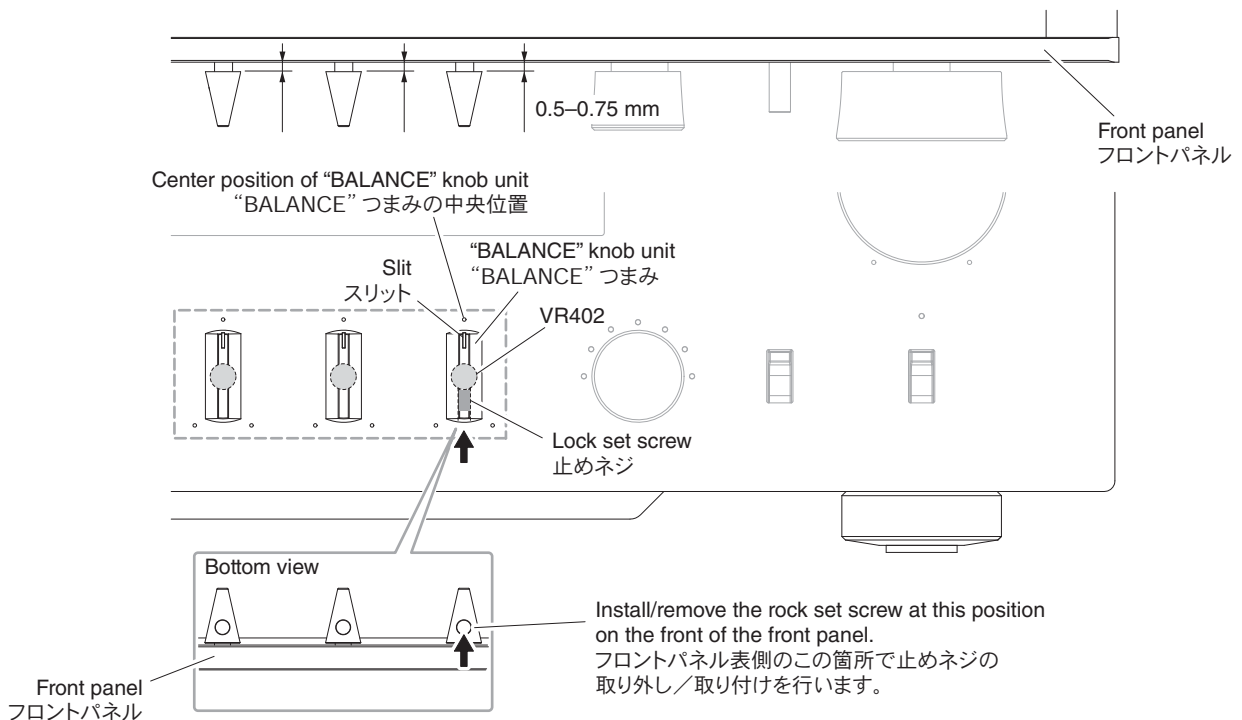

Fig. 5
- a. Turn the BALANCE (VR402) in both directions and set it to the center position. (Fig. 5)
- b. Match the slit in the BALANCE knob unit with the center position of BALANCE and install it in that state. (Fig. 5)
- c. Keep about 0.5 mm to 0.75 mm clearance from the front panel to BALANCE knob unit. (Fig. 5)
- d. Tighten the lock set screw of the BALANCE knob unit. (Fig. 5)
- a. BALANCE (VR402) を左右に回し、中央の位置に合わせます。(Fig. 5)
- b. BALANCE つまみのスリットを BALANCE 中央の位置に合わせ、取り付けます。(Fig. 5)
- c. フロントパネルから BALANCE つまみまで 0.5～0.75 mm 程度隙間をあけます。(Fig. 5)
- d. BALANCE つまみの止めネジを締めます。(Fig. 5)